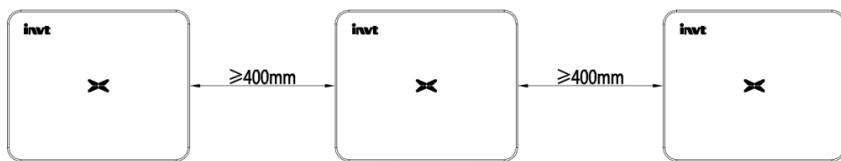

图 4.5 并排安装尺寸要求
(3) 安装多台逆变器时, 需要在逆变器之间预留一定的间距, 左右间距如图 4.5 所示, 同时逆变器上下部分均需留出足够的距离, 以便确保其散热良好。